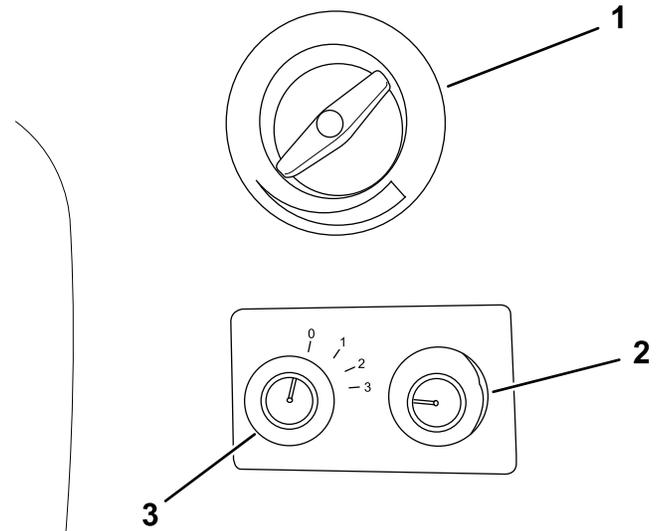

Figura 5
I controlli sono montati sul lato destro del rivestimento del tetto (Figura 5).
1. Impostate l'interruttore dell'aria condizionata su OFF (Figura 5).
1. Impostate l'interruttore della ventola alla velocità desiderata (Figura 5).